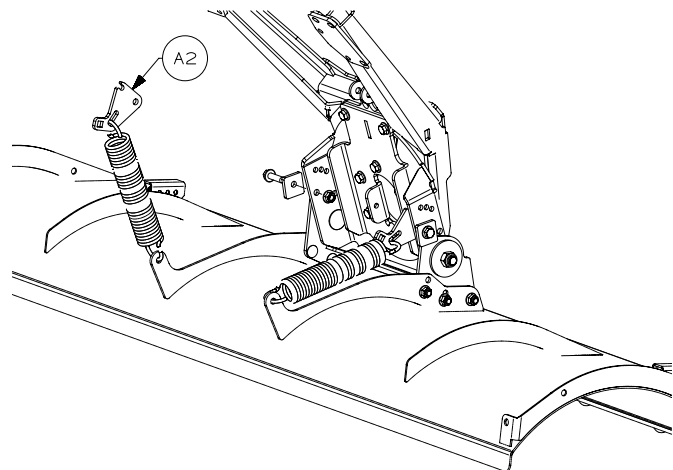

Figure 3
5. Permettre au tube poussoir de pivoter vers l'avant sur l'axe de la bague. Installer les ressorts de lame sur la lame et les crochets de ressort (A2), tel qu'indiqué à la figure 3.
6. Positionner les crochets de ressort (A2) à l'intérieur et les blocs d'arrêt (A8) à l'extérieur de l'ensemble. Poser les fixations (B5, B6) sans les serrer. Les fixations de bloc d'arrêt doivent être suffisamment desserrées pour permettre aux blocs d'arrêt de dépasser les plaques de montage des ailettes (A6). Voir figures 3 et 4 (les ressorts et les lames ne sont pas illustrées par souci de clarté).